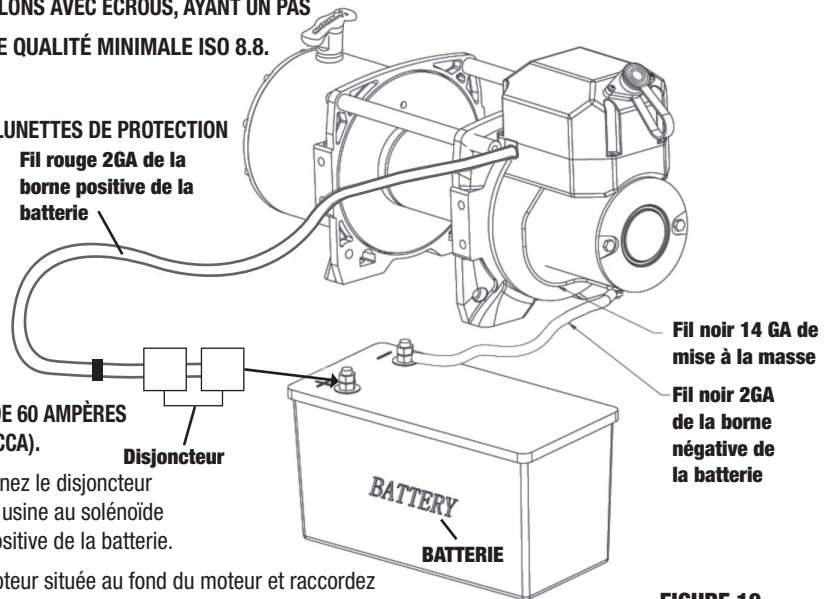

FIGURE 10
Étape 2 Suivez le schéma des circuits électriques (**FIGURE 10**). Boulonnez le disjoncteur au côté borne du fil de batterie rouge 2 GA qui est raccordé en usine au solénoïde en boîtier scellé. Raccordez ensuite le disjoncteur à la borne positive de la batterie.